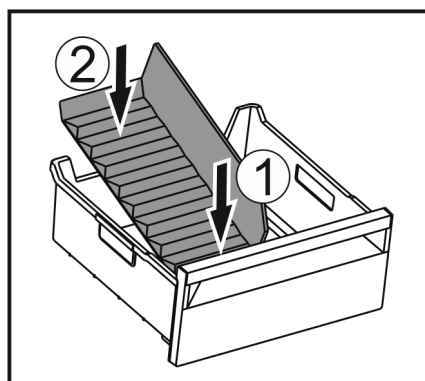

Fig. 233
- ▶ 装入冰格分隔器前部。 Fig. 233 (1)
- ▶ 将冰格分隔器后部放低至抽屉底板。 Fig. 233 (2)